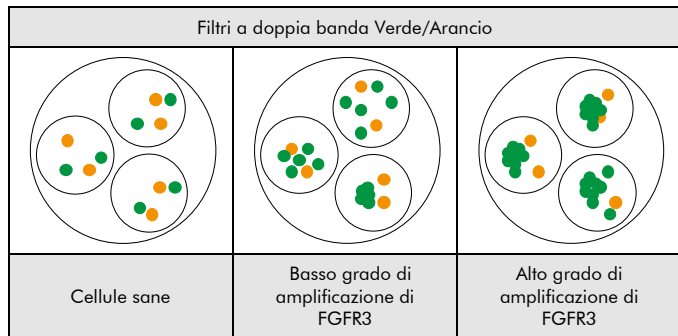

Fig. 2: Risultati attesi in situazione normale e aberrante
**Situazione normale:** nelle interfasi di cellule normali o di cellule senza amplificazioni che coinvolgono la regione del gene FGFR3, compaiono due segnali verdi e due segnali arancioni (vedere Fig. 2).
**Situazione aberrante:** nelle cellule con un'amplificazione della regione del gene FGFR3 si osserverà un aumento del numero di segnali verdi o di cluster di segnali verdi (vedere Fig. 2).